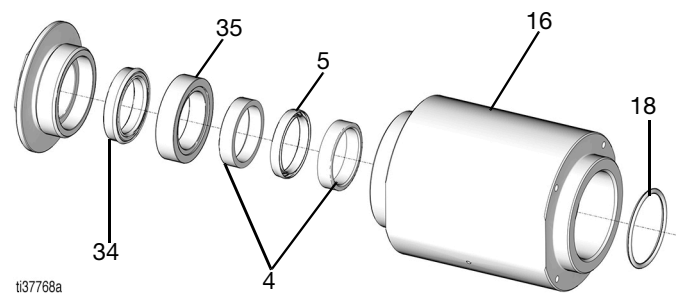

Рис. 18
1. Замените торцевое уплотнительное кольцо (18) новым кольцом из комплекта уплотнений (Рис. 18).
2. Замените вспомогательное уплотнение горловины (34) новым уплотнением из комплекта уплотнений (Рис. 18).
3. Замените уплотнение горловины (5) и опорные кольца уплотнения горловины (4) новыми деталями из комплекта уплотнений (Рис. 18).